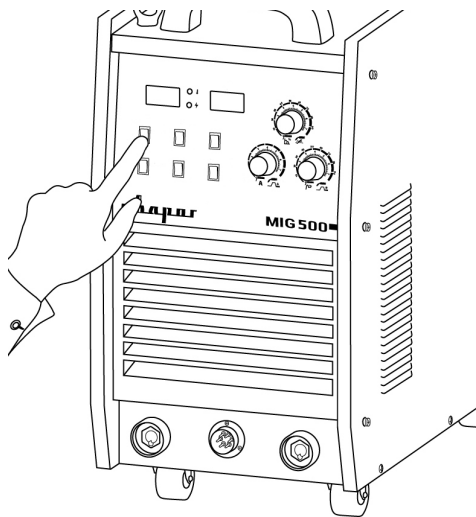

Рис. 8.17. Выбор способа сварки.
1. Выберите способ сварки MIG/MAG на передней панели сварочного аппарата (См. рис. 8.17).